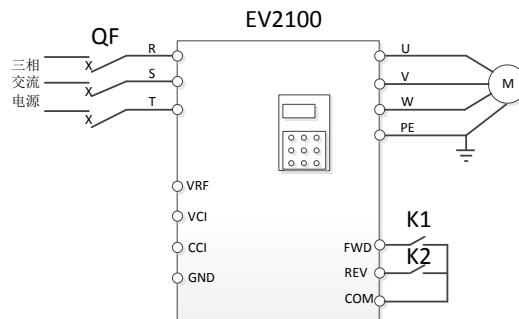

图4-15 控制端子运行配线图
如图4-15所示。
- (1)按图4-15接线后上电；
- (2)按PANEL/REMOTE键进入面板控制方式;
- (3)修改F0.02功能码参数为30.00,即30Hz;
- (4)修改F0.03功能码为1,运行命令由控制端子控制;
- (5)修改F6.00功能码参数为0;
- (6)按MENU/ESC键回到停机状态;
- (7)按PANEL/REMOTE键切换到控制端子控制方式,此时,键上方的指示灯熄灭;
- (8)将开关K1闭合,电机开始正转运行;
- (9)断开K1电机减速停止;
- (10)将开关K2闭合,电机开始反转运行;
- (11)断开K2电机减速停止;